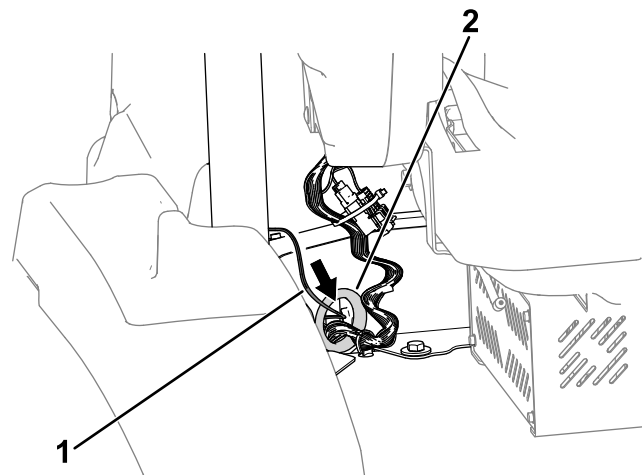

**Figura 7**
- Encaminhe a cablagem do toldo ao longo do tubo da barra de segurança como se mostra na Figura 7.
2. Prenda a cablagem no tubo da barra de segurança com braçadeiras de cabos, como necessário (Figura 7).
4. Prenda a cablagem do toldo no tubo da barra de segurança com braçadeiras de cabos, como necessário (Figura 7).